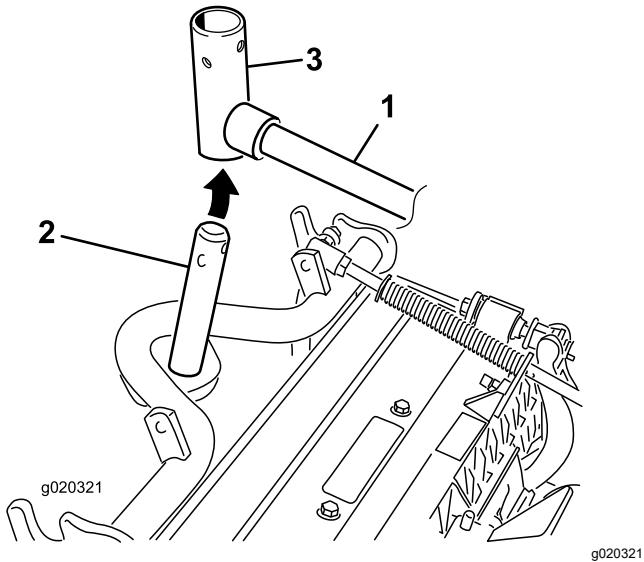

Figura 7
9. En el caso de las unidades de corte delanteras, deslice una unidad de corte debajo del brazo de elevación mientras coloca el eje del bastidor de tiro en la horquilla de pivote del brazo de elevación (Figura 7).
B. Introduzca la horquilla del brazo de elevación en el eje del bastidor de tiro (Figura 7).